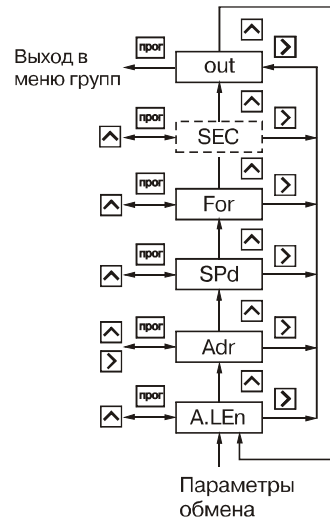

Рис. 27
6.1.10. Группа "**GrouP_E**" (рис. 27) предназначена для задания адреса прибора в сети **Adr**, его разрядности **A.LEn**, скорости обмена **SPd** и формата посылки **For** при наличии в приборе интерфейса связи RS-485.